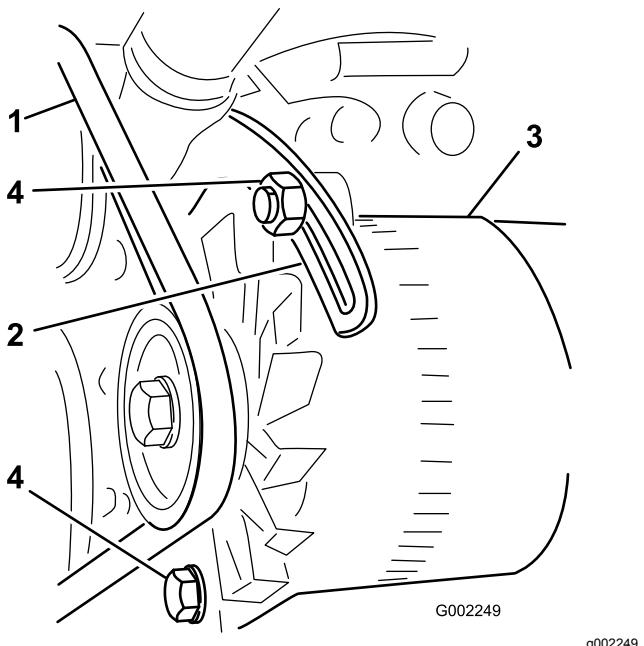

Figure 95
3. Desserrez le boulon au point de pivot de l'alternateur; desserrez le boulon qui fixe l'alternateur au renfort fendu (Figure 95).